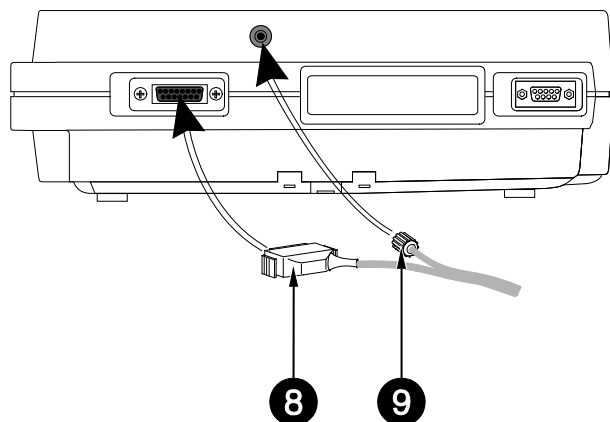

Bild 3-1. Anschließen des Applikationssystems an einen **MAC 1200** mit integrierter Saugpumpe
Haben Sie einen Kardiographen oder ein Patientenmodul mit integrierter Saugpumpe, so müssen Sie lediglich den Patientenleitungsstecker (8) einstecken und die Verbindung zur Saugpumpe (9) herstellen (z.B. **MAC 1200**, Bild 3-1).